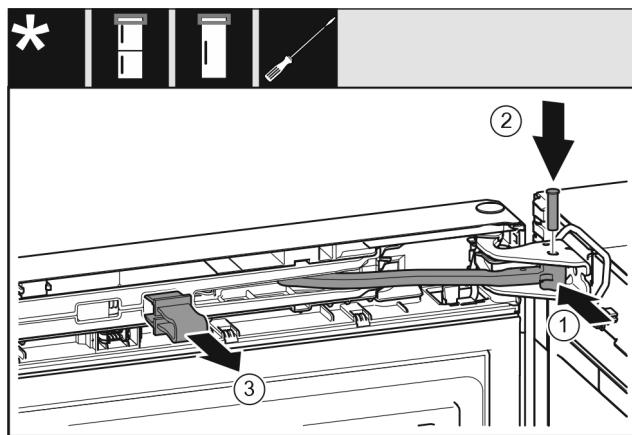

Fig. 52
- ▶ 将铰链 Fig. 52 (1) 转入托架。
- ▶ 将螺栓 Fig. 52 (2) 插入托架和铰链。同时注意止动凸轮需正确地位于凹槽中。
- ▶ 取下保险装置 Fig. 52 (3)。